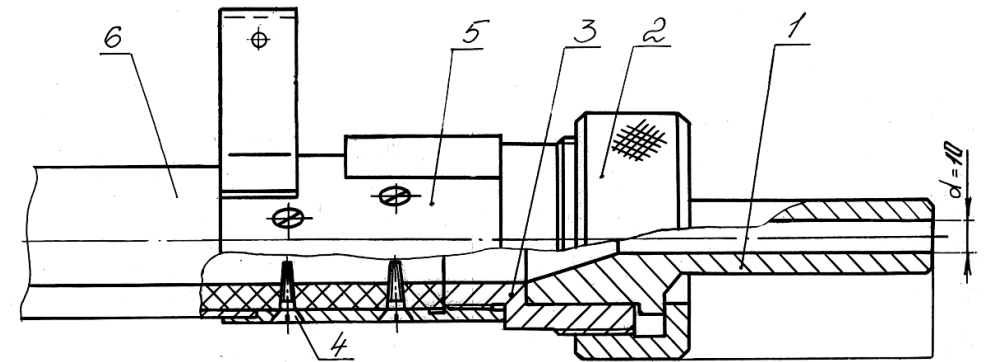

Рис.4 Узел крепления соплодержателя.
6.7.2 На свободном конце напорного рукава с помощью шурупов закрепить соплодержатель 3 в соответствии с рис.4.